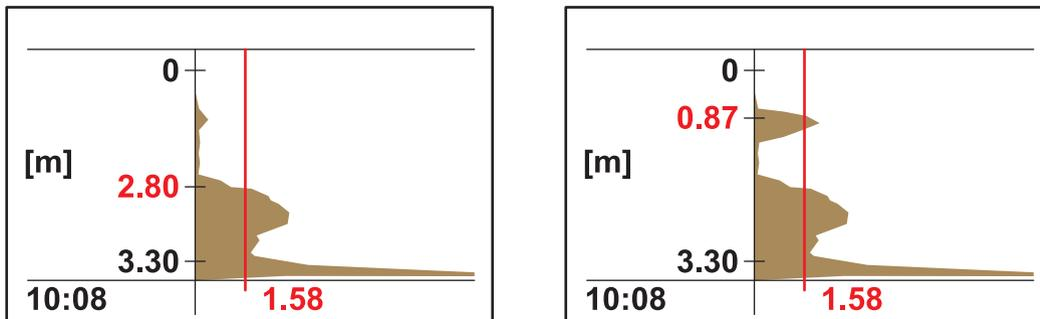

Figure 9 Déterminer l'emplacement de mesure
- S'il y a des valeurs plus élevées à la profondeur des réflexions parasites dans la LISTE PROFIL qui influencent la valeur de mesure, il convient de sélectionner un autre emplacement de mesure. Il suffit parfois de déplacer la sonde de quelques centimètres (voir Figure 9, à droite).
- Si les réflexions ne perturbent pas la valeur de mesure, l'emplacement de mesure peut être approprié (voir Figure 9, à gauche).